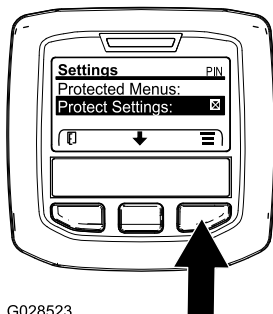

Figura 28
1. Accedete al menu protetto e sbloccate il sottomenu delle impostazioni protette (Figura 28); fate riferimento a Accesso ai menu protetti (pagina 21).